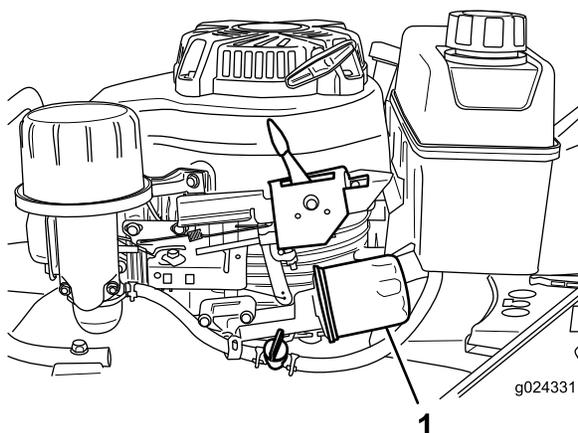

Figure 19
6. Placez un chiffon sous le filtre à huile (Figure 19) pour recueillir l'huile qui peut s'écouler lors de la dépose du filtre.